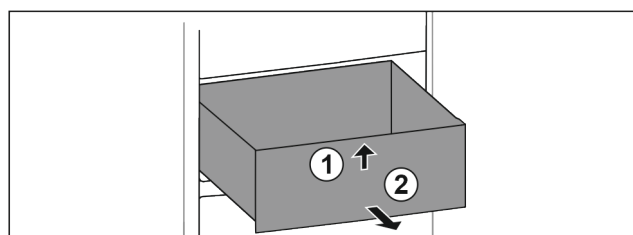

Fig. 112
- ▶ Emelje meg a fiók elejét. Fig. 112 (1)
- ▶ Vegye ki a fiókot előrefelé. Fig. 112 (2)